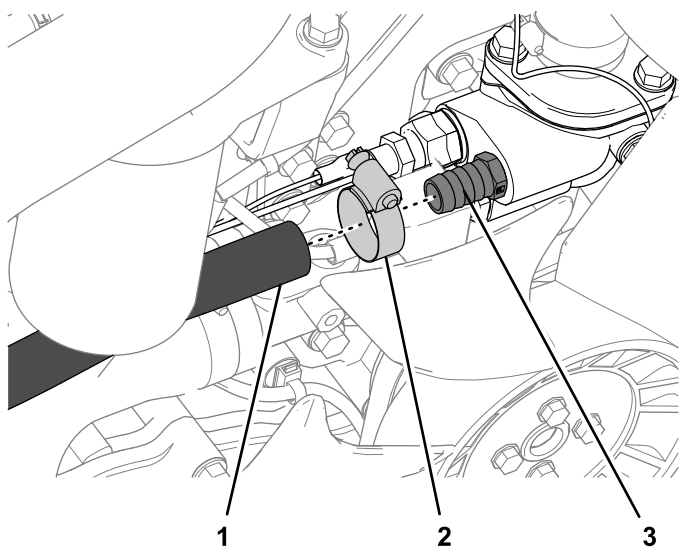

Figura 27
2. Coloque la abrazadera sobre el extremo de la manguera (Figura 27).
3. Inserte el acoplamiento recto en la manguera y sujételo con la abrazadera ($\frac{1}{2}$ " a $1\frac{1}{4}$ "), según se muestra en Figura 27.